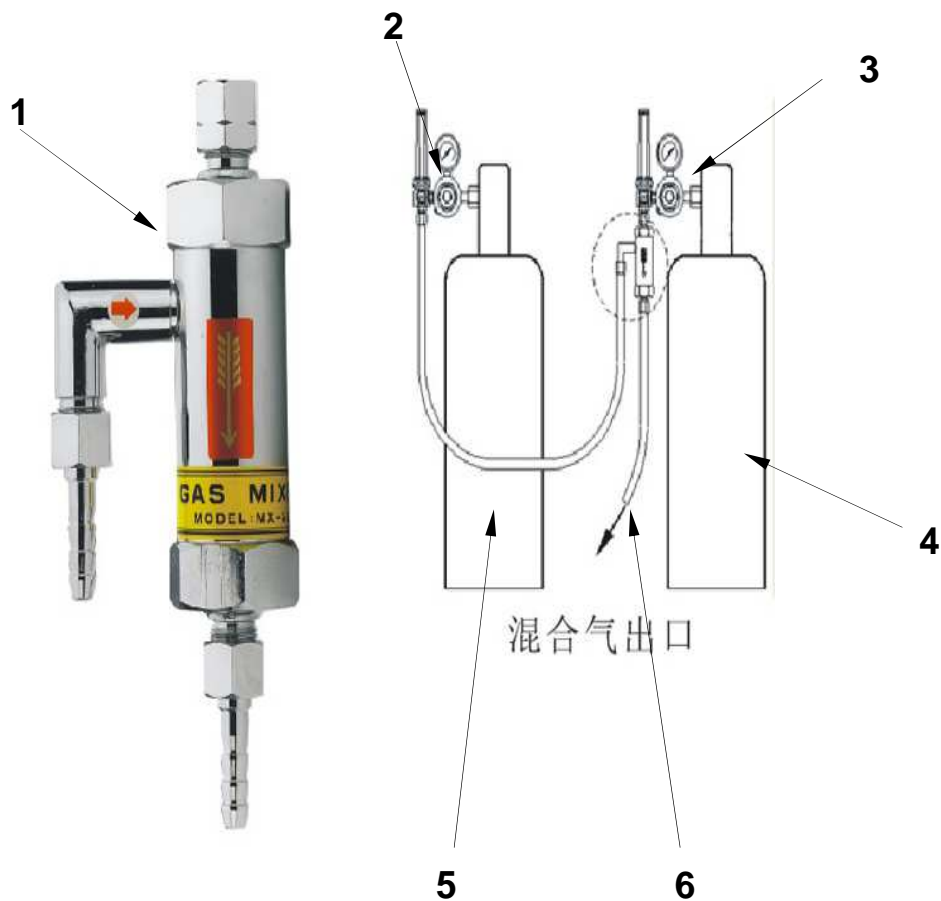

Рис.1
3. Соедините смеситель с газовыми регуляторами с помощью газовых рукавов как показано на рис.1